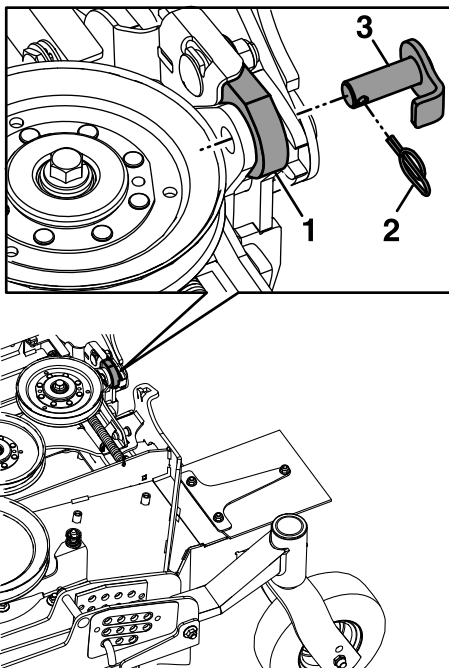

Figura 84
11. Retire y guarde las chavetas de bloqueo y los pasadores de los cilindros que sujetan los extremos de los vástagos de los cilindros de plegado a las carcasas laterales (Figura 84).